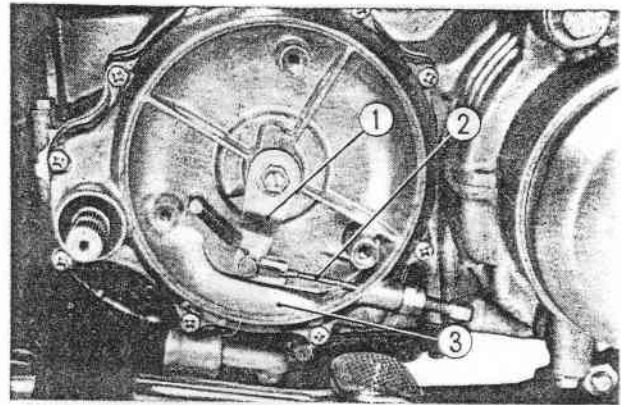

Fig. 4-2 ① Levier d'embrayage
1. Enlever le carter d'embrayage et désaccoupler le cable d'embrayage du levier d'embrayage. Enlever les vis de fixation du boitier d'embrayage et déposer le boitier. (Fig. 4-2)